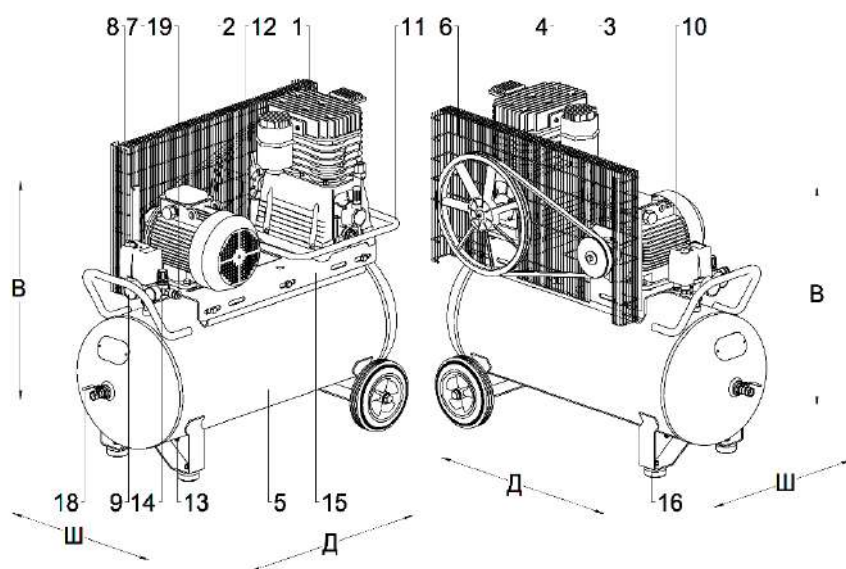

Рисунок 4 - Общий вид компрессора СБ4/С-100.АВ790(890)
- Выключить компрессор выключателем на реле давления. Для этого необходимо переключить выключатель в положение "0" (рисунок 4). После этого остановится электродвигатель и произойдет сброс давления из нагнетательного воздухопровода и поршневого блока.